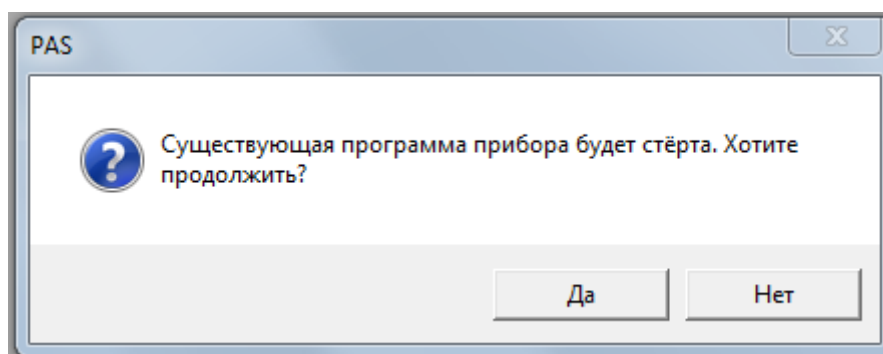

Рисунок 134 – Подтверждение загрузки обновления ПО
3. Проверьте, счётчик находится в режиме «он-лайн». При необходимости включите режим «он-лайн» кнопкой «Режим он-лайн» на панели инструментов ПО PAS. Войдите в пункт меню «Загрузчик программ» меню «Монитор» и подтвердите изменения нажатием кнопки «ОК» (рисунок 134).